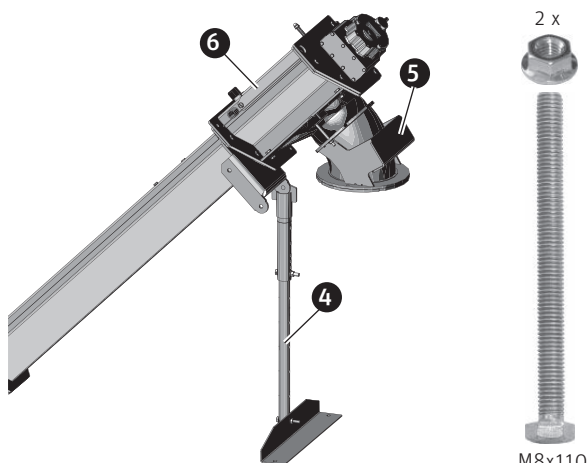

Fig. 146 Unità di trasferimento e piede d'appoggio [4] montati sulle estensioni della coclea [6]
- Dopo aver ingrassato il raccordo alla coclea e aver applicato il nastro isolante, assemblare l'unità di trasferimento in alto e il piede d'appoggio [4] alle estensioni della coclea [6] (vedere anche le istruzioni di montaggio al punto 13.10 e per il piede d'appoggio al punto 13.13) – Fig. 146.